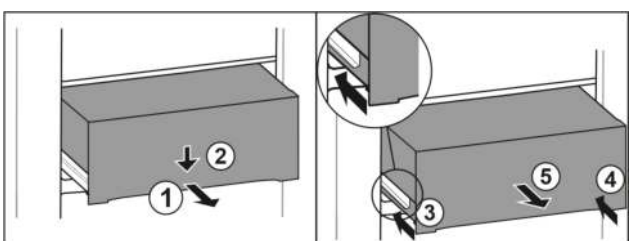

Fig. 122
- ▶ Schubfach halb herausziehen. Fig. 122 (1)
- ▶ Schubfach an der Vorderseite nach unten drücken. Fig. 122 (2)
- ▶ Linke Schiene etwa 2 cm einschieben. Fig. 122 (3)
- ▶ Rechte Schiene etwa 2 cm einschieben. Fig. 122 (4)
- ▶ Schubfach nach vorne entnehmen. Fig. 122 (5)